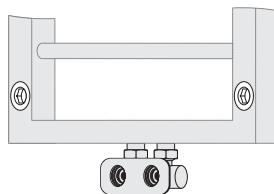

Рис. 4
- 5.1. Сборку и установку изделия производить согласно схеме (рис. 4).